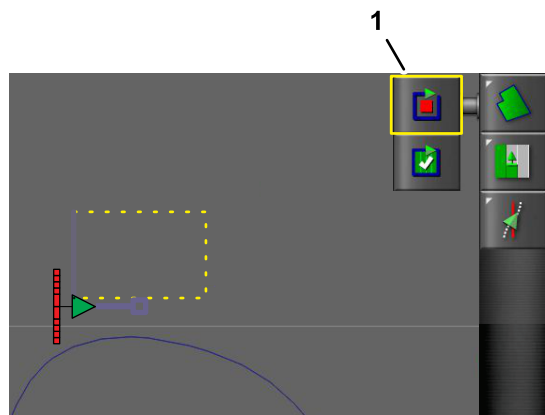

図 48
3. 次の辺の境界線上の始点に、マシンの左前タイヤの外側中心部分を合わせてマシンを停止させる 図 48。
4. 現場境界記録アイコンを押し、境界記録一次停止アイコンを押し 図 48。